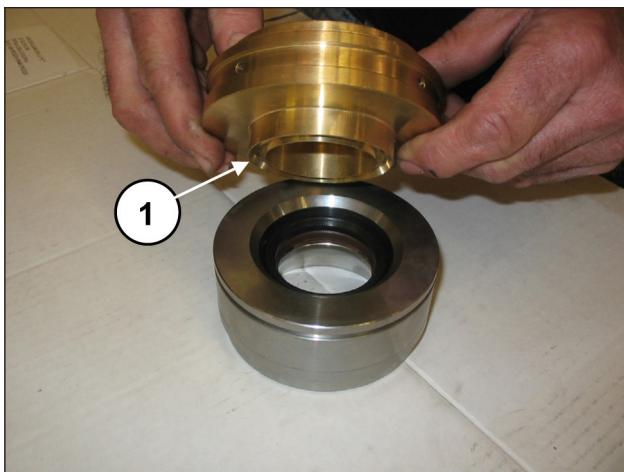

图 131
将密封圈底座与缸套（位置①，图 131）分开，以便进入压力密封圈（位置①，图 132）。